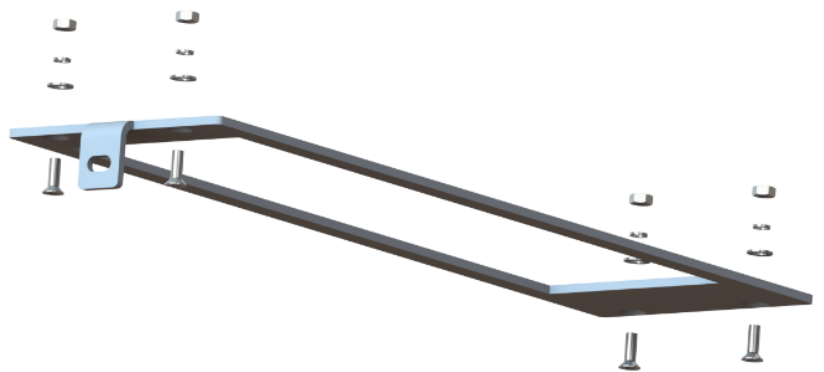

Рисунок 5.14. Кронштейн модуля
6. Выньте кронштейны и снимите установленные крепления (рис. 5.14).